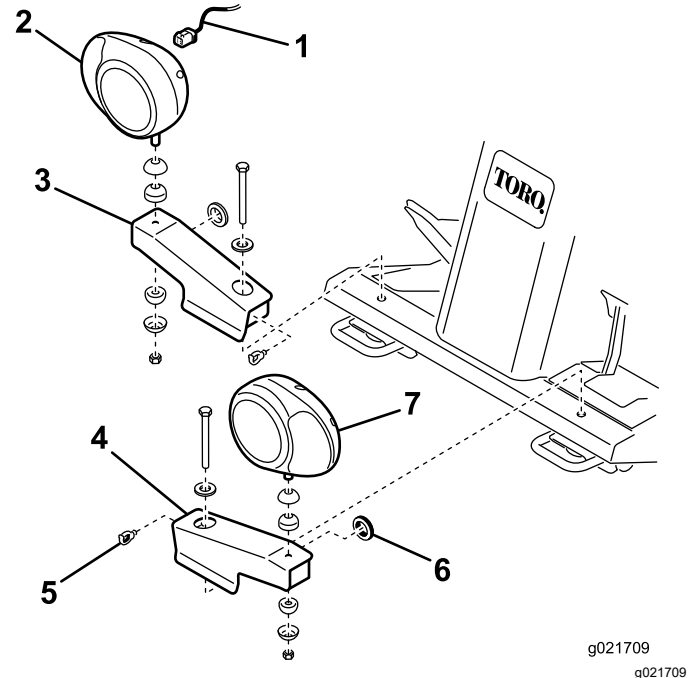

Figura 8
1. Bullone, rondella e dado (2)
2. Installate l'anello passacavi in gomma nel foro su ogni staffa del faro (Figura 8).
con i bulloni, le rondelle e i dadi rimossi in precedenza. Collocate le staffe come illustrato nella Figura 8.
4. Assicurate i gruppi faro destro e sinistro alle relative staffe (Figura 8) con gli elementi di fissaggio forniti con le luci. Accertatevi che il vetro dell'indicatore di direzione sul faro sia orientato verso l'esterno della macchina.
7. Inserite ogni connettore del cablaggio attraverso l'estremità della relativa staffa del cablaggio, fuori dal foro (anello passacavi) e collegatelo al faro (Figura 8).